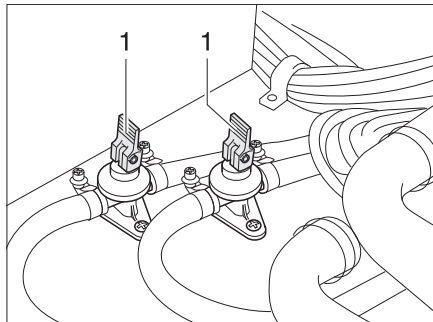

Fig. 121 Robinets de vidange
- Fermer les robinets de vidange. Placer les leviers à bascule (Fig. 121,1) en position horizontale.
- Ouvrir les robinets de vidange (Fig. 121). Pour cela, placer les leviers à bascule (Fig. 121,1) en position verticale. Le chauffe-eau est vidé à l'extérieur par le biais des robinets de vidange.